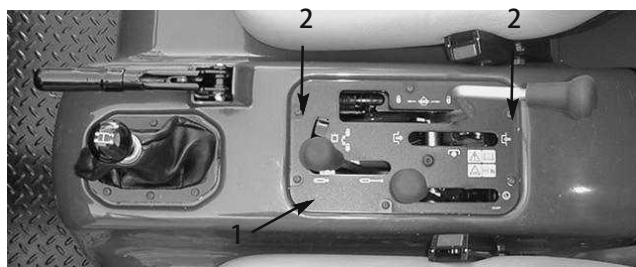

図 14
1. ワークマンのダッシュ・パネルの右側をセンター・コンソールに固定しているネジ (前後に 2 つ) を外す (図 14)。